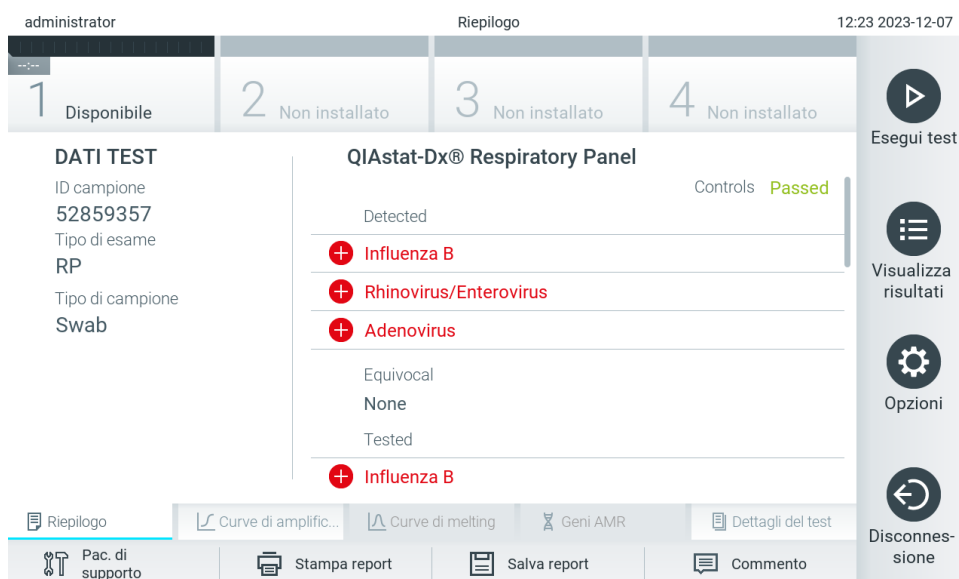

Figura 30. Schermata Summary (Riepilogo) relativa ai risultati.
11. Dopo l'espulsione della cartuccia d'esame QIAstat-Dx, comparirà la schermata Summary (Riepilogo) relativa ai risultati (Figura 30). Consultare la sezione 5.5 per ulteriori dettagli.